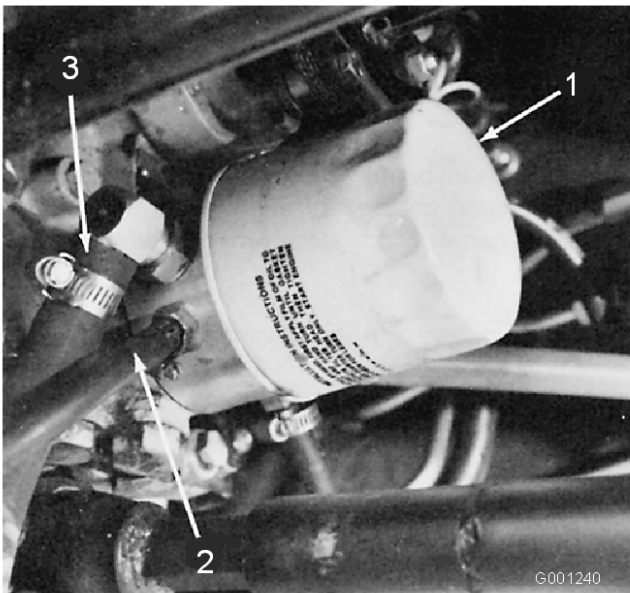

Bild 69
4. Reinigen Sie den Bereich um den Hydraulikölfilter und nehmen Sie den Filter ab (Bild 69).